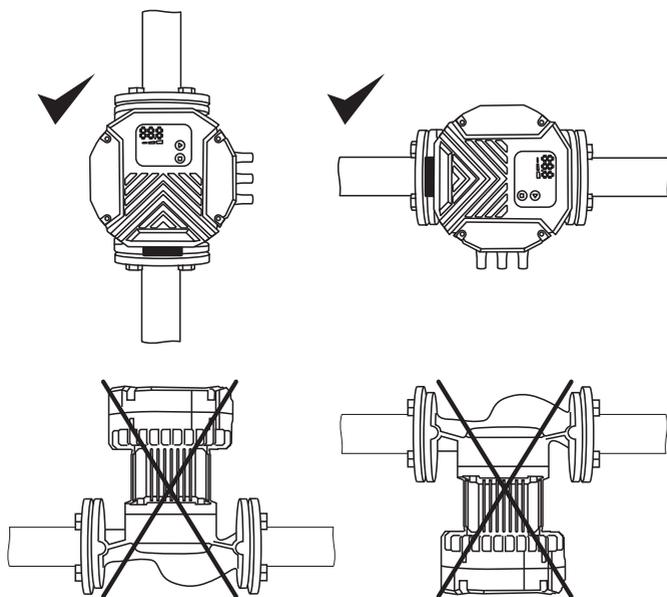

Рисунок 2. Правильное установочное положение насоса отмечено ✓
- вал двигателя насоса должен располагаться строго горизонтально (Рис. 2);